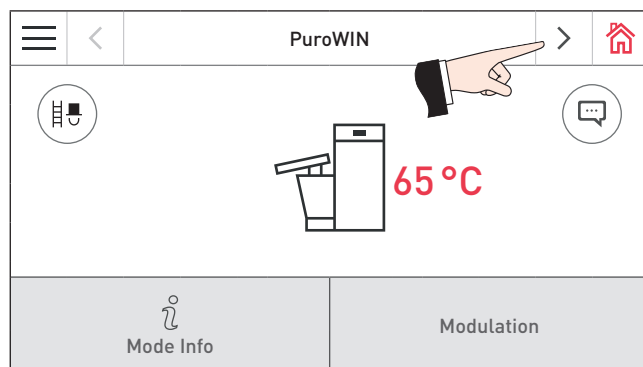
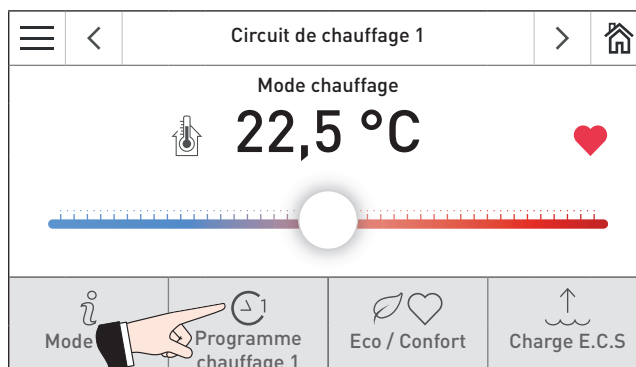
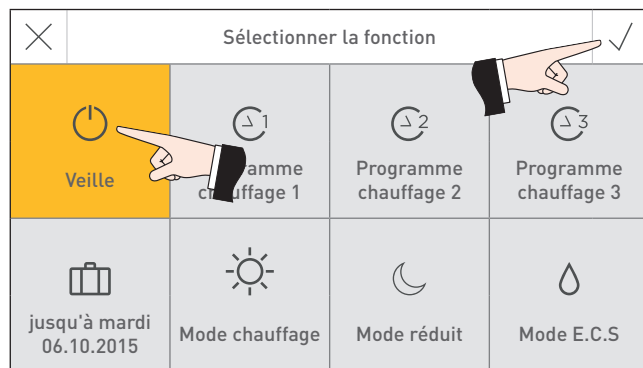

Fig. 29 Écran d'accueil PuroWIN avec vis sans fin directe
Fig. 30 Écran d'accueil module fonctionnel chauffage
Fig. 31
- ▶ Utiliser les boutons < > (Fig. 29) ou « Glisser » pour passer à l'écran d'accueil du module de fonction du circuit de chauffage – Fig. 30.
- ▶ Appuyer sur le bouton Choix fonction (Fig. 30) et sélectionner et confirmer « Veille » ☺ ✓ – Fig. 31.